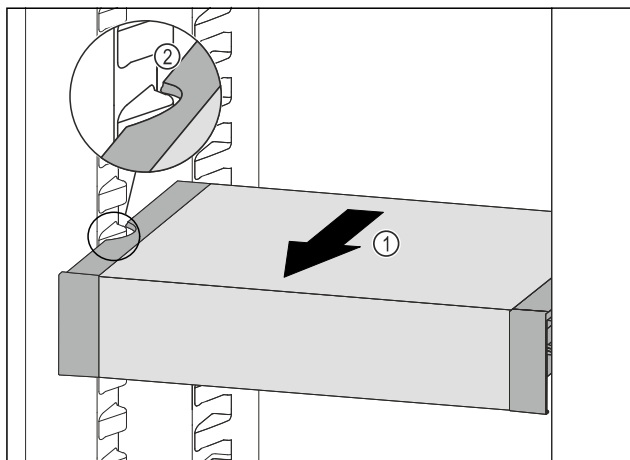

Fig. 176
- VarioSafe ťahajte dopredu Fig. 176 (1), kým sa bočné vybrania VarioSafe nebudú nachádzať vo výške rebra nádoby v chladničke. Fig. 176 (2)